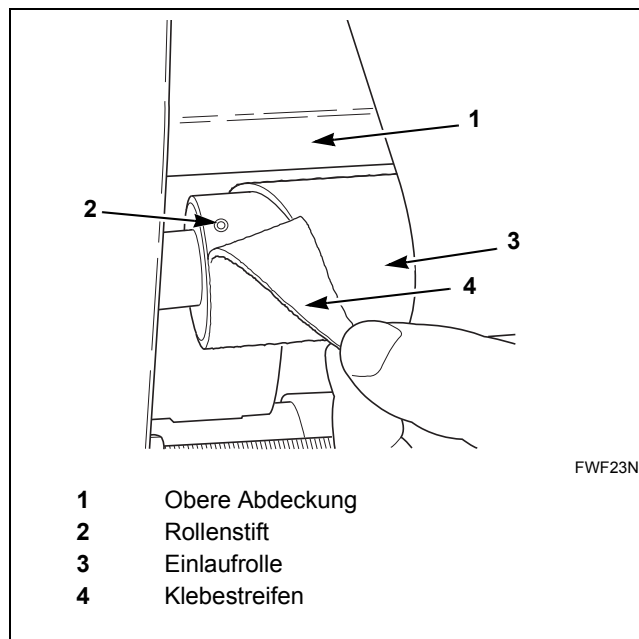

Abbildung 24
3. Ziehen Sie den Klebestreifen von der linken Seite der Einlaufrolle ab, um den Rollenstift freizulegen. Siehe *Abbildung 24*.